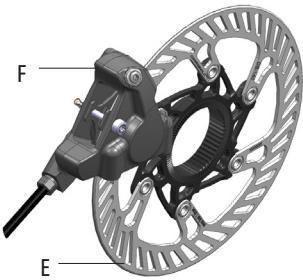

図2
- ・ ローター (E - 図2)
- ・ キャリパー (F - 図2)